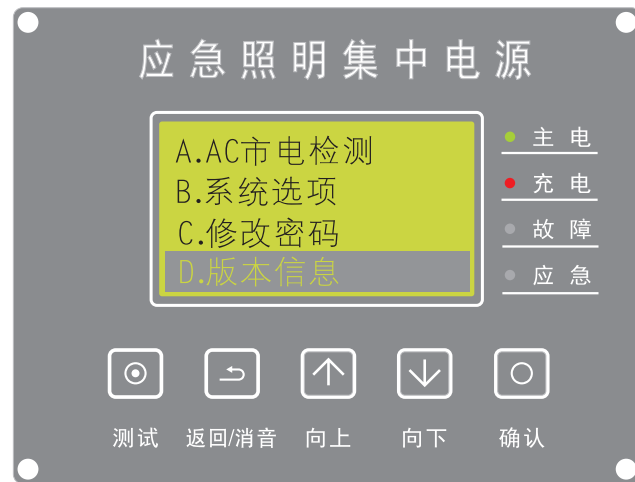

图34
(14)、版本信息：在主屏时，按【确认】键进入菜单，按【向上/向下】键选择【版本信息】（如图34）按【确认】键进入。